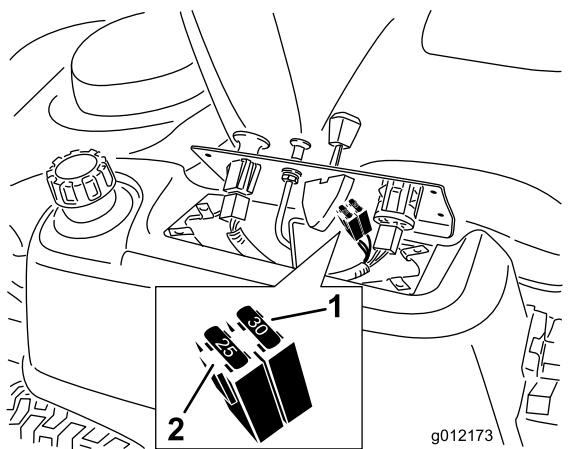

Figura 38
2. Sollevate il pannello di controllo per accedere al cablaggio principale e al portafusibili (Figura 38).
3. Per sostituire un fusibile, tiratelo (Figura 38) ed estraetelo dall'attacco.